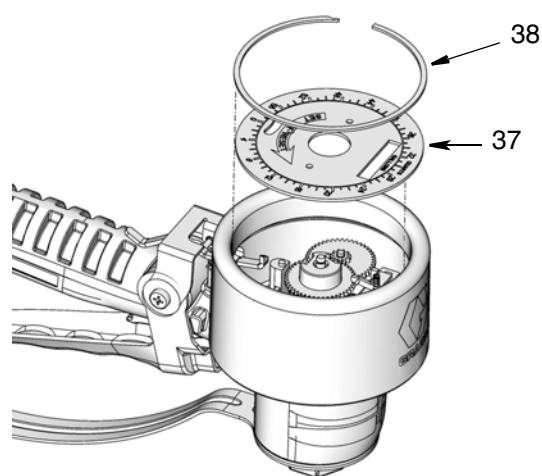

ABB. 28
4. Die große Halteklammer (38) und dann die Einstellradscheibe (37) entfernen (ABB. 28).